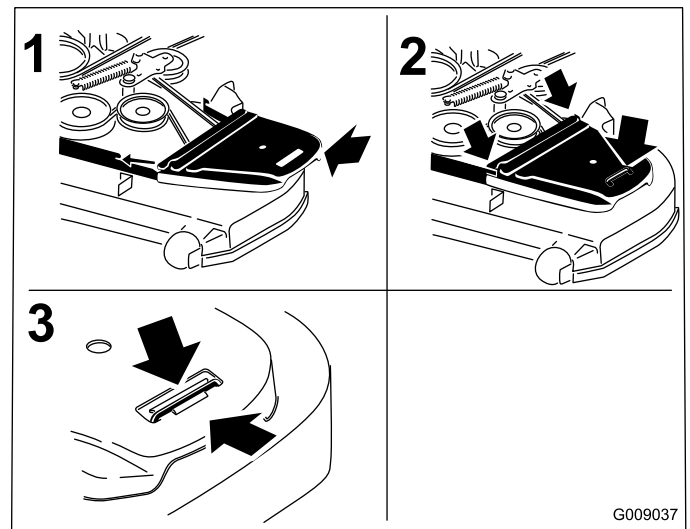

Figura 57
12. Instale las cubiertas de la correa (Figura 57).